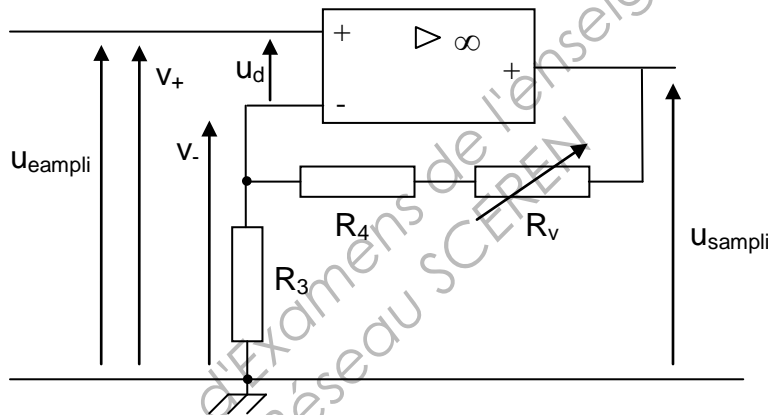

FIGURE 11
A.2.3 Le circuit de la figure 11 permet d'amplifier la tension de sortie du capteur $u_{sLM35} = u_{eamp}$ afin d'obtenir une tension u_{sampli} de 5 V lorsque $\theta_{int} = 50$ °C.